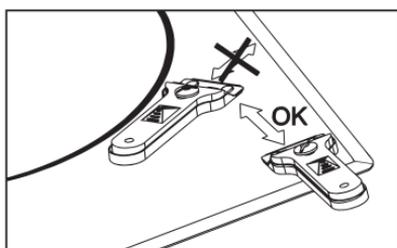

Fig. 3
**!** Si se utiliza la cuchilla inadecuadamente la cuchilla puede romperse, quedando algún fragmento incrustado entre el embellecedor lateral y el vidrio. Si esto ocurre no intente retirar los restos con la mano, utilice cuidadosamente unas pinzas o un cuchillo de punta fina. (Ver fig. 3)